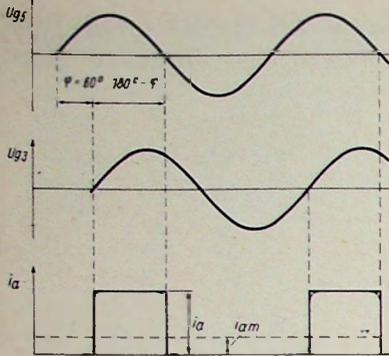

Bild 6. Phasenunterschied $\varphi = 60^\circ$ zwischen den sinusförmigen Gitterspannungen U_{g3} und U_{g5}
darstellt. Die beschriebenen Vorgänge sind für einen Phasenunterschied von $\varphi = 60^\circ$ in Bild 6 dargestellt. Mit zunehmendem Phasenunterschied wird der Zeitraum, innerhalb dessen Anodenstrom auftritt, kleiner und der mittlere Anodenstrom geringer. Aus (1) ist ferner ersichtlich, daß eine Begrenzwirkung auftritt. Der Anodenstrom i_a ist konstant und unabhängig von der Größe der Wechselspannungen an g_3 und g_5 .